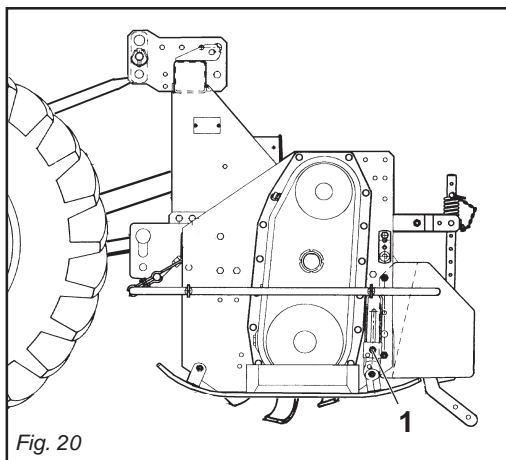

Fig. 20
**Macchine con slitte:** per regolare la profondità nelle macchine con slitte, è necessario allentare la vite di registro (1 Fig. 20), alzare o abbassare la slitta nella posizione desiderata, riavvitare poi la vite di registro. Questa operazione va effettuata su tutte e due le slitte e varia a seconda del terreno.
**Machine with skids:** to adjust working depth on this type of machine you must loosen the adjustment screw (1 Fig. 20) and raise or lower the skid the desired amount. Then retighten the screw. Both skids should be subjected to this operation which will vary according to the type of soil.
**Maschine mit Schlitten:** um die Arbreitstiefe der Maschine mit Schlitten zu bestimmen, ist es notwendig die Stellschraube zu lockern (1 Abb. 20), den Schlitten im gewünschten Maße zu heben oder zu senken, und die Stellschraube wieder anzuziehen. Diese Vorgang ist auf beiden Kufen vorzunehmen und hängt von der Bodenbeschaffenheit ab.
**Machine avec patins:** pour régler la profondeur sur les machines avec patins, desserrer la vis de réglage (1 Fig. 20), soulever ou abaisser les patins à la mesure désirée et revisser la vis de réglage. Cette opération doit être effectuée sur les deux patins et varie selon le sol.
**Máquinas con correderas:** para ajustar la profundidad en las máquinas con correderas, hace falta quitar el perno de registro (1 Fig. 20), subir o bajar las correderas de la misma deseada y volver a introducir el perno en su agujero. Esta operación se efectúa sobre ambas correderas y varia de acuerdo al terreno.